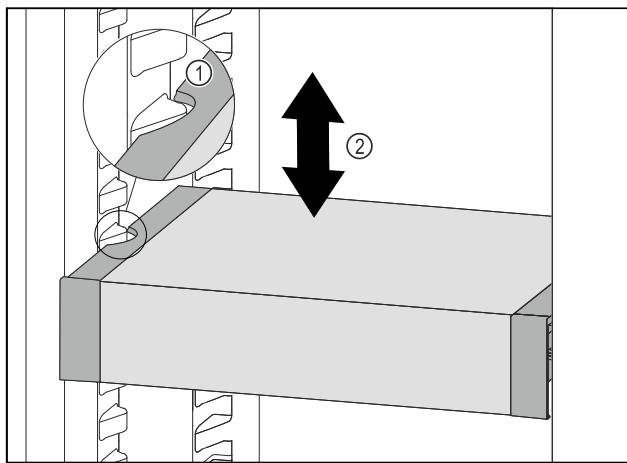

Fig. 126
- VarioSafe tiahajte dopredu, dokým sa bočné vybrania VarioSafe nebudú nachádzať vo výške rebra nádoby v chladničke. Fig. 126 (1)
- VarioSafe v chladničke presúvajte nahor alebo nadol, dokým sa dosiahne požadovaná výška. Fig. 126 (2)